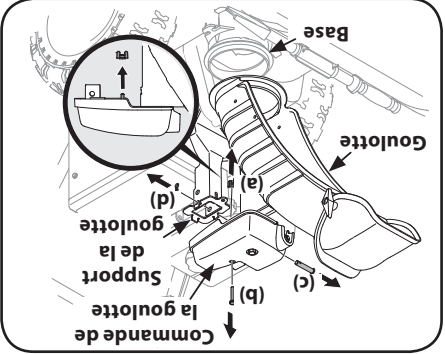

Figure 2-30
1. Retirez l'écrou à oreilles (a) et la vis hex. (b) qui se trouvent sur la commande de la goulotte ainsi que la goupille fendue (d) et l'axe de chape (c) sur le support de la goulotte. Voir la Figure 2-30. Positionnez la goulotte (tournée vers l'avant) sur sa base.